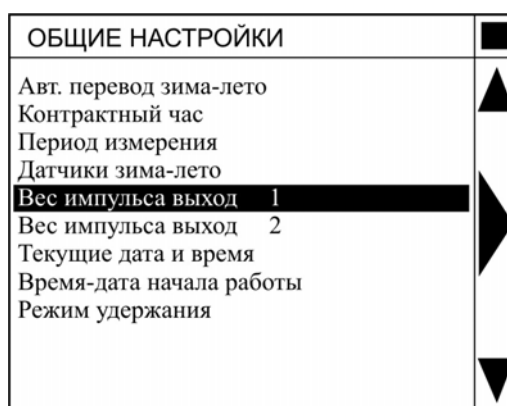

Рис.19 – Меню «Общие настройки»
3.4.7.3.1 При открытии меню «Общие настройки» появляется экран, представленный на рис. 19.